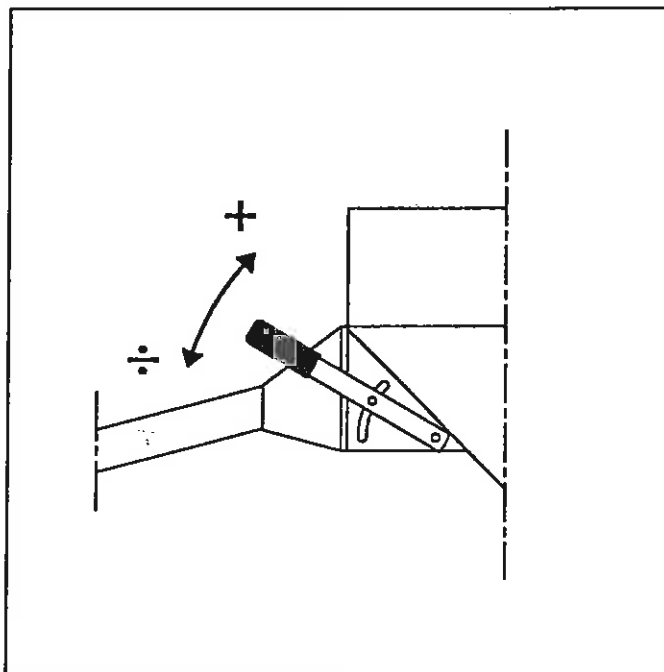

fig. 2.1.A.
- 2.1 Spredemængden indstilles med gummibundens håndtag (fig.2.1.A)
- 2.1 The quantity spread is adjusted with the handle on the rubber buttom (fig. 2.1.A.)
- 2.1 Die Streuemenge wird mit dem Handhebel (Fig. 2.1.A) des Gummibodens eingestellt.